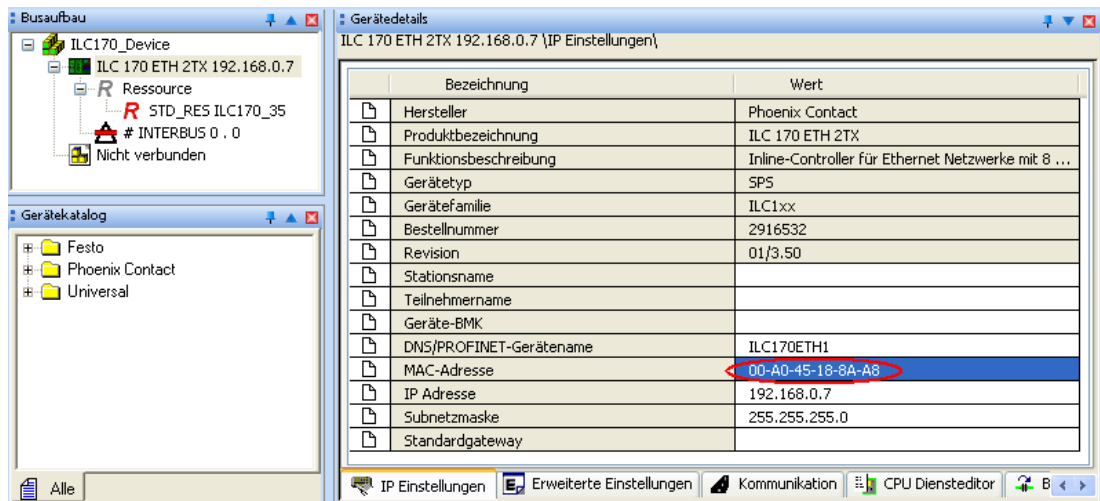

Bild 4-37 IP-Adresse eintragen
- Wechseln Sie in den Arbeitsbereich Buskonfiguration, siehe Bild 4-37.